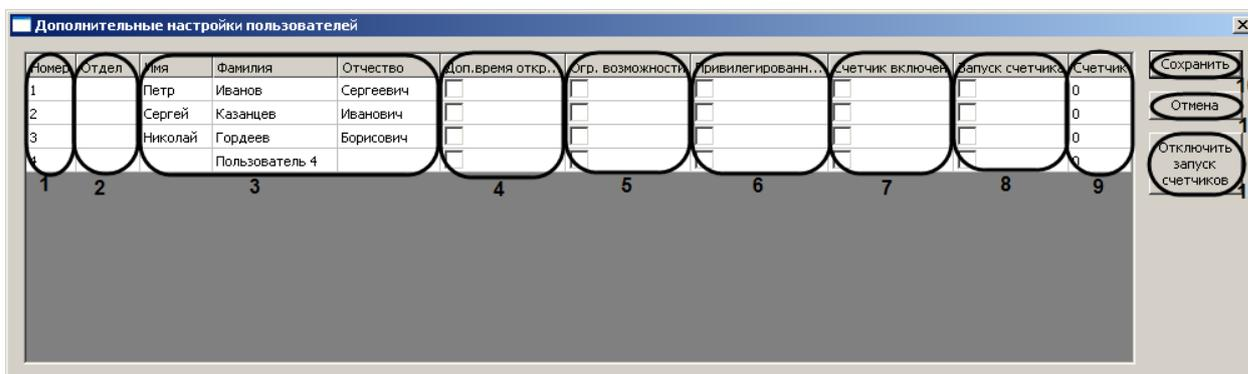

Рис. 3.7—2 Настройка дополнительных параметров пользователей
*Примечание 1.* В столбце **Номер** отображается список порядковых номеров пользователей, зарегистрированных на Сервере Интеллект (см. Рис. 3.7—2, 1).
*Примечание 2. В столбце **Отдел** отображается список отделов, зарегистрированных на Сервере Интеллект (см. Рис. 3.7—2, 2).*